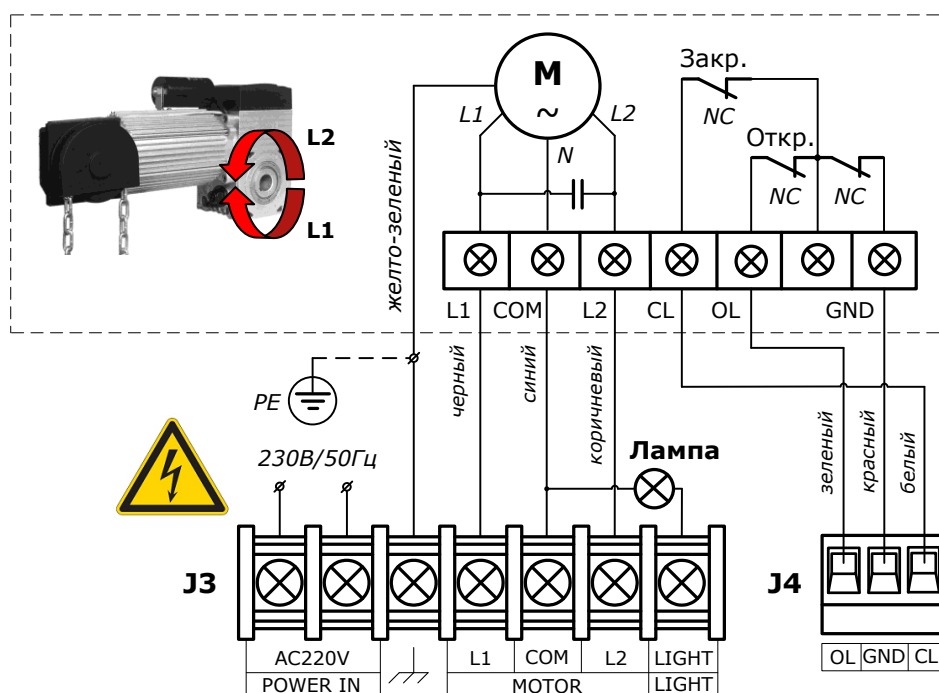
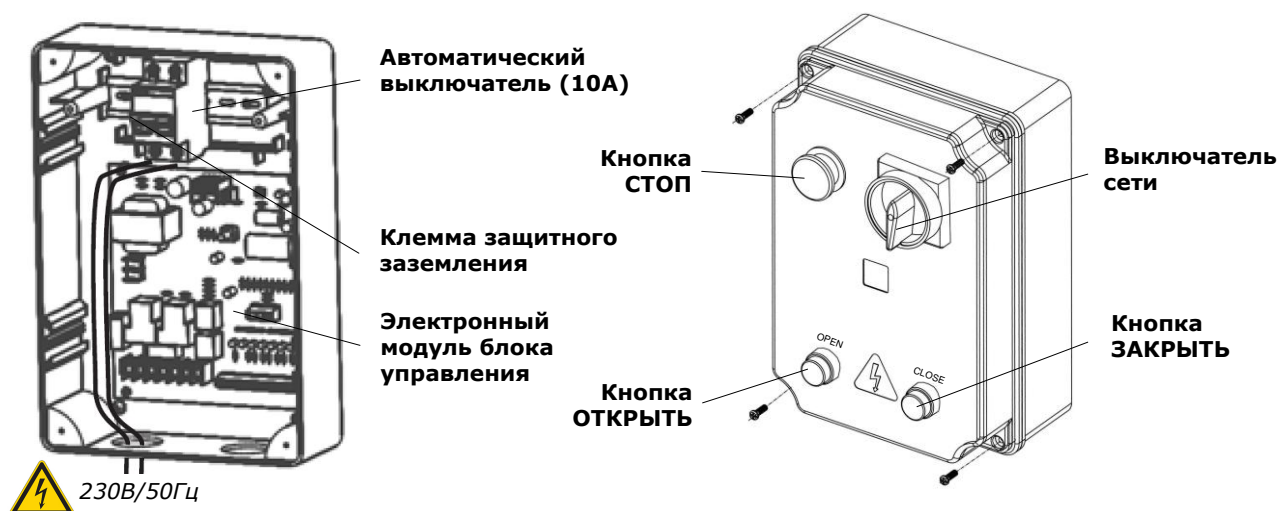

Рис. 7. Электрические подключения привода к блоку управления
Рис. 9. Блок управления DGT-C06
При подключениях электродвигателя и выключателей конечных положений (Рис. 7) используйте предлагаемые кабели из комплекта привода (Таблица 1), четырехжильный (4G1,5мм²) и трехжильный (3×0,5мм²) соответственно.
Для сигнализации о движении ворот к блоку управления привода может быть подключена проблесковая лампа (Рис. 7) 230В, макс. 60Вт. Проблесковая лампа подключается к клеммам «LIGHT» и «COM».
Подведенные к блоку управления питающие провода электрической сети подключите к автоматическому выключателю (Рис. 9). Провод защитного заземления подключите к клемме защитного заземления блока управления, расположенной рядом с автоматическим выключателем. Все подключенные к блоку управления кабели и провода должны быть связаны и закреплены, для этого воспользуйтесь стяжками из комплекта блока управления.
- Переведите автоматический выключатель (Рис. 9) во включенное положение - ON.
- Проверьте наличие индикации на электронном модуле блока управления согласно таблицы 7. Если индикации нет или не соответствует требуемой, отключите блок управления и внимательно проверьте все подключения (сверьтесь с разделом «9. Неисправности и рекомендации по их устранению»). Если к приводу подключены фотоэлементы, необходимо проверить приемник (RX). Если индикатор приемника не светиться или моргает, это означает, что сигнала нет или сигнал прерывается из-за неточной регулировки фотоэлементов.
- С помощью кнопок ОТКРЫТЬ (OPEN) и ЗАКРЫТЬ (CLOSE) проверьте, что движение полотна ворот осуществляется в требуемых направлениях. Если направление вращения выходного вала привода не совпадает с требуемым, отключите электрическую сеть и поменяйте местами провода подключения на клеммах «L1» и «L2» (Рис. 7).